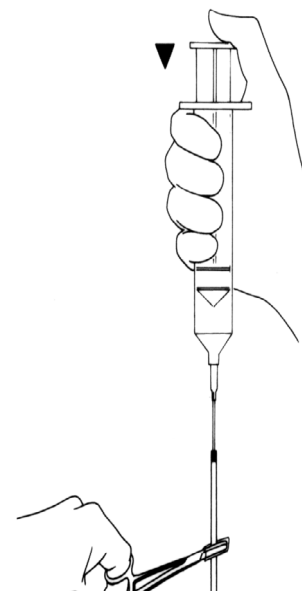

Figure 4-4b. Insérer l'aiguille dans le tube
6. Remplir la manchette d'1 cc à 5 cc de solution de remplissage recommandée, selon la taille de la manchette. (**Figure 4-4b**)